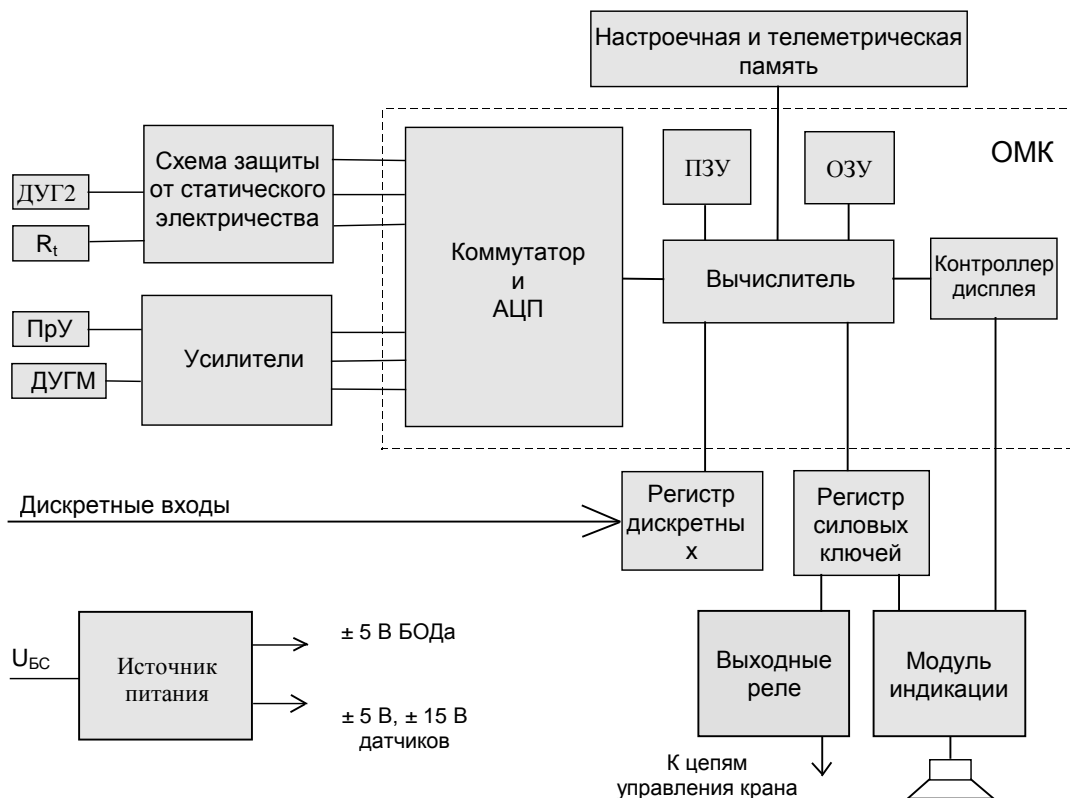

Рисунок 1- Блок-схема ограничителя
1.4.1 Принцип действия ограничителя (рисунок 1) основан на последовательном опросе и преобразовании аналоговых сигналов с датчиков в цифровой код, определении угла и длины стрелы, расчете цифровыми методами величины вылета, а также вычислении фактической массы груза и степени загрузки крана с последующим их сравнением с предельно-допустимыми значениями при выбранном режиме работы.